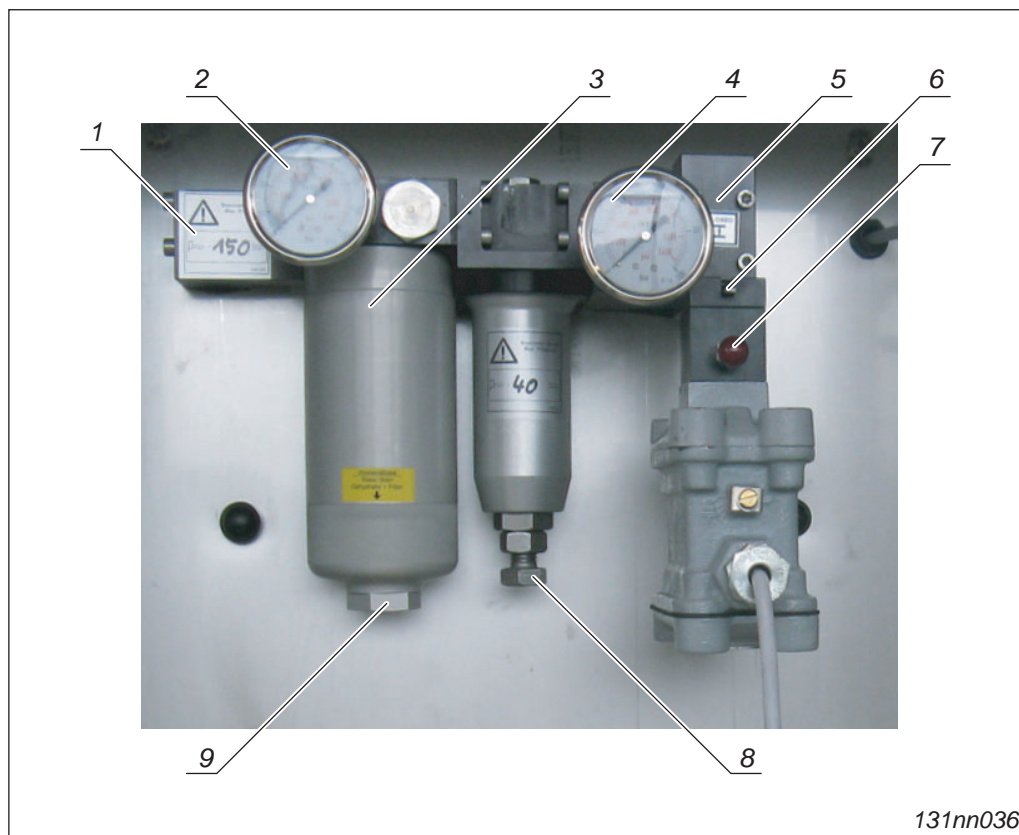

Fig. 3-10 Schaltschrank der Hochdrucksteuerung (Ausführung kann variieren)
Wenn das Steuerventil (→ Seite 3-18, Fig. 3-10, Pos. 5) mit Spannung (Magnetventil) bzw. Steuerdruck (Drucksteuerventil) versorgt wird, wird bei anstehendem Gasdruck (an Pos. 2) dieser in den Pneumatikzylinder geleitet. Dadurch wird die Feder gespannt. Der Antrieb fährt in Betriebsposition.
Um den Antrieb wieder in Betriebsposition zu bringen, muss der Resetknopf gezogen werden (→ Seite 3-18, Fig. 3-10, Pos. 7).
Das Steuerventil (→ Seite 3-18, Fig. 3-10, Pos. 5) ist permanent mit Spannung, ggf. mit Druck beaufschlagt.
Am Manometer Ausgangsdruck (→ Seite 3-18, Fig. 3-10, Pos. 4) muss mindestens der entsprechende minimale Betriebsdruck gemäß Typenschild der Steuerung angezeigt werden.
2. Steuerventil (→ Seite 3-18, Fig. 3-10, Pos. 5) mit Spannung, ggf. Steuerdruck beaufschlagen.
3. Einen Probelauf des Antriebssystems über das Steuerventil durchführen (→ Seite 3-18, Fig. 3-10, Pos. 5). Dafür das Magnetventil von der Schaltwarte aus betätigen bzw. das Drucksteuerventil schalten.
Die Manometer "Eingangsdruck" (→ Seite 3-18, Fig. 3-10, Pos. 2) und "Ausgangsdruck" (→ Seite 3-18, Fig. 3-10, Pos. 4) müssen den Wert "0" bar anzeigen.
3. Kondensatablass (→ Seite 3-18, Fig. 3-10, Pos. 9) am Filterregler lösen, bis der vorhandene Restdruck vollständig entwichen ist.